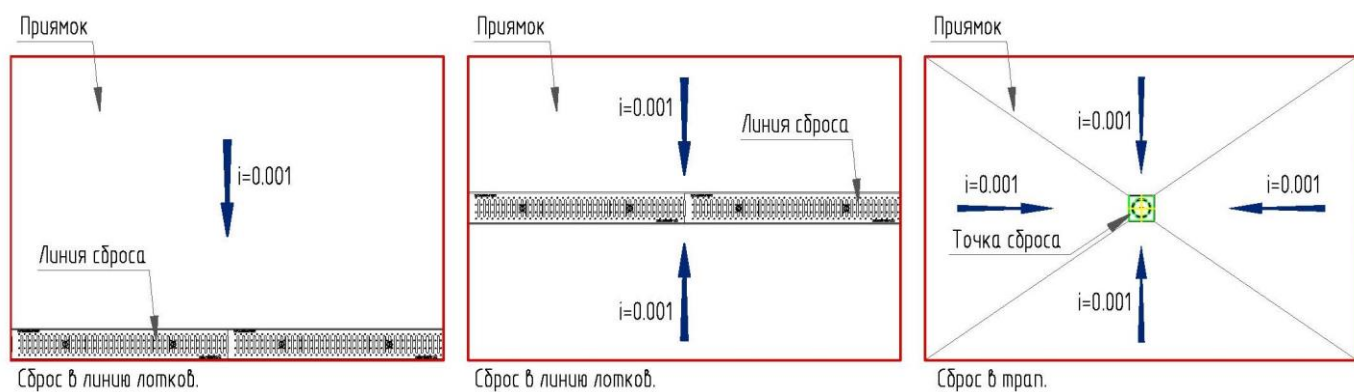

Рис. 26 – Схемы организации точек сброса в помещениях.
- при устройстве точки сброса в приямке необходимо обеспечить уклон по дну приямка в сторону точки/линии сброса (рис. 26).